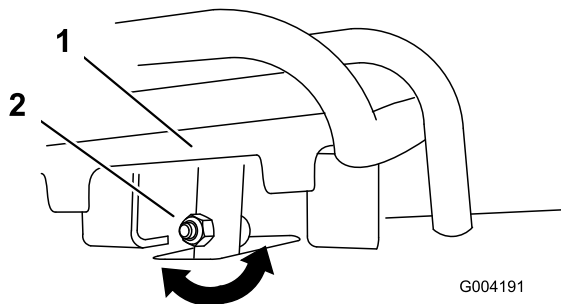
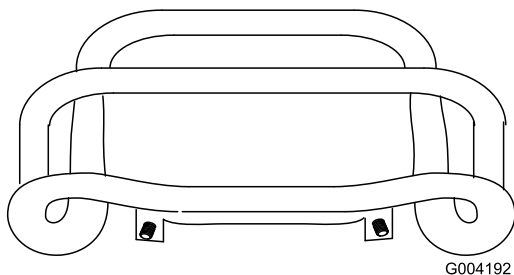

Bild 51
Bild 52
4. Wenn die Vorderseite des Fahrtriebs nicht bündig und gleichmäßig am Anschlagbügel bleibt, lösen Sie die Bundmutter und die Schraube im Schaft des Fahrtriebs (Bild 51).
5. Stellen Sie den Fahrtrieb so ein, dass er bündig am Anschlagbügel bleibt, wenn er gerade nach hinten gezogen wird (Bild 51 und Bild 52).